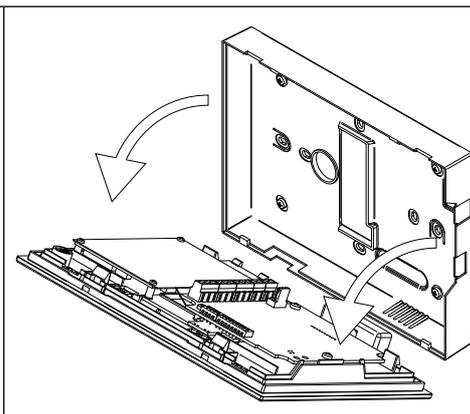

Fig. 3
1. Avant de procéder à l'installation, séparez la base du vidéophone de l'avant. Appuyez sur les deux clips indiqués par les flèches grises (**Fig. 1**) avec les doigts (**Fig. 2**) et, en même temps, tirez doucement sur la partie avant dans la direction indiquée par les flèches blanches (**Fig. 3**).